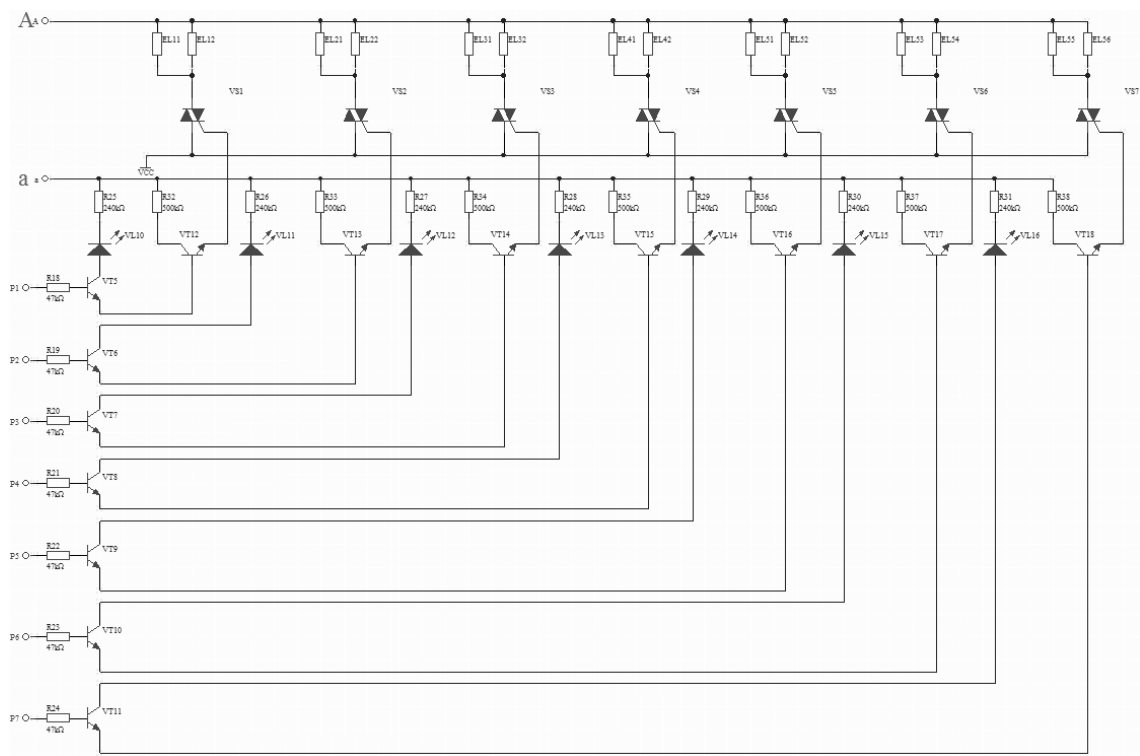

图 9-59 装饰彩灯控制电路图设计
完成如图 9-59 所示装饰彩灯电路的一部分，可按要求编制出有多种连续流水状态的彩灯。本例主要练习原理图设计及网络表生成，电路板外形尺寸规划及元件的布局和布线。
(5) 接下来，设计完成如图 9-59 所示的原理图。